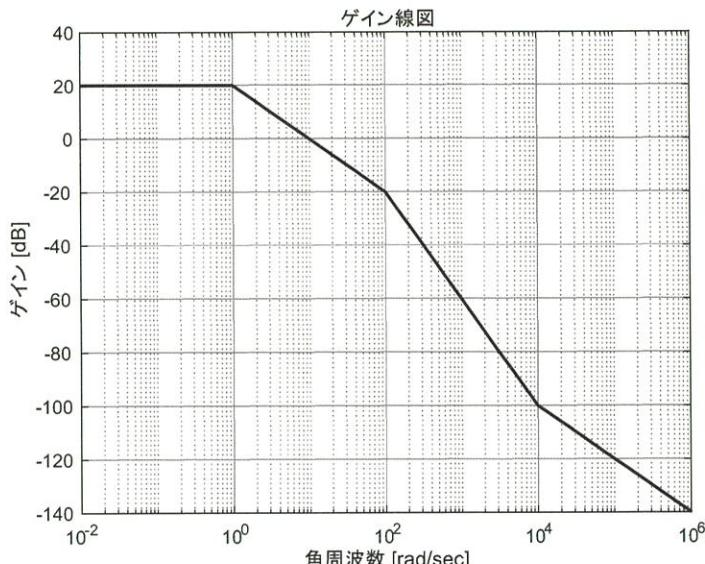

図 2
- (2) 次ページの図 2 はプロパー, 最小位相かつ 2 次の有理伝達関数 $P(s)$ をもつ安定な制御対象のゲイン線図を折れ線近似で示したものである. ただし, $P(0) > 0$ かつ $P(s)$ の相対次数は正である. このとき, 以下の問い合わせに答えよ.